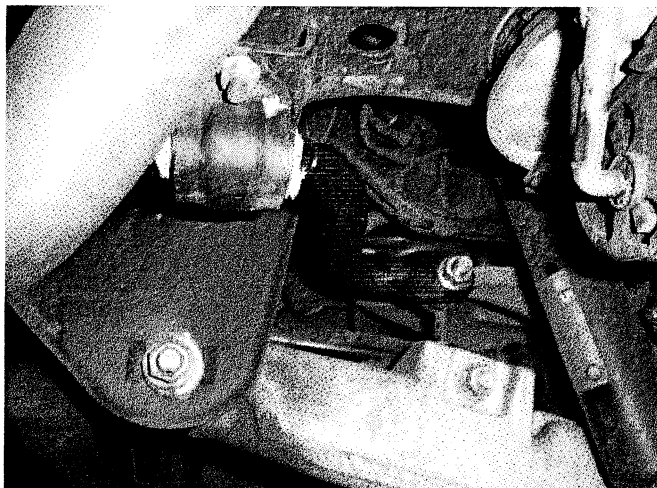

Bild 2
- Schellenhalter aus Halterung hebeln und entfernen. Bild 2